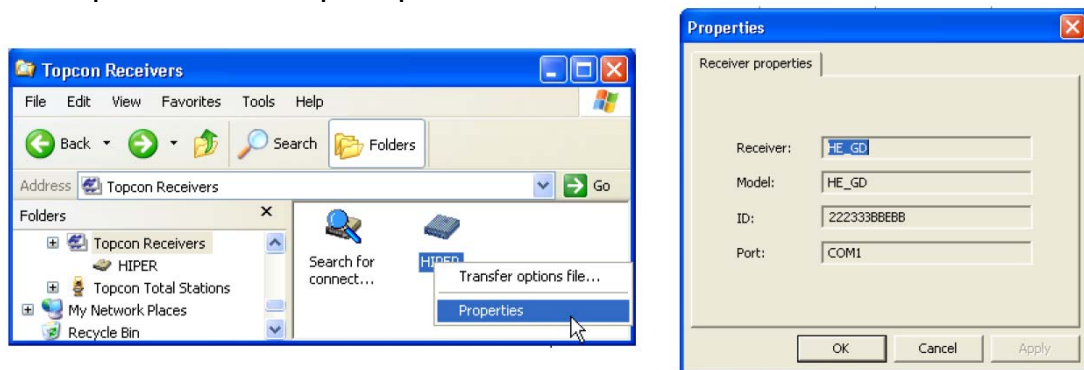

Рисунок 5-3. Свойства приемника
6. Для просмотра данных о приемнике (см. рис. 5-3) щелкните по правой кнопкой мыши на иконке нужного приемника и в появившемся меню выберите пункт **Properties (Свойства)**.